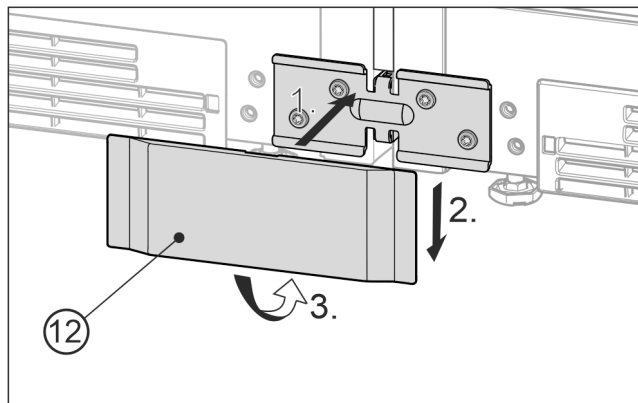

Fig. 25 Zobrazení příkladu
- Dolní kryt Fig. 25 (12) nasadte zepředu na úhelník Fig. 25 (1), zasuňte dolů Fig. 25 (2) a dole zatlačte do západek Fig. 25 (3).